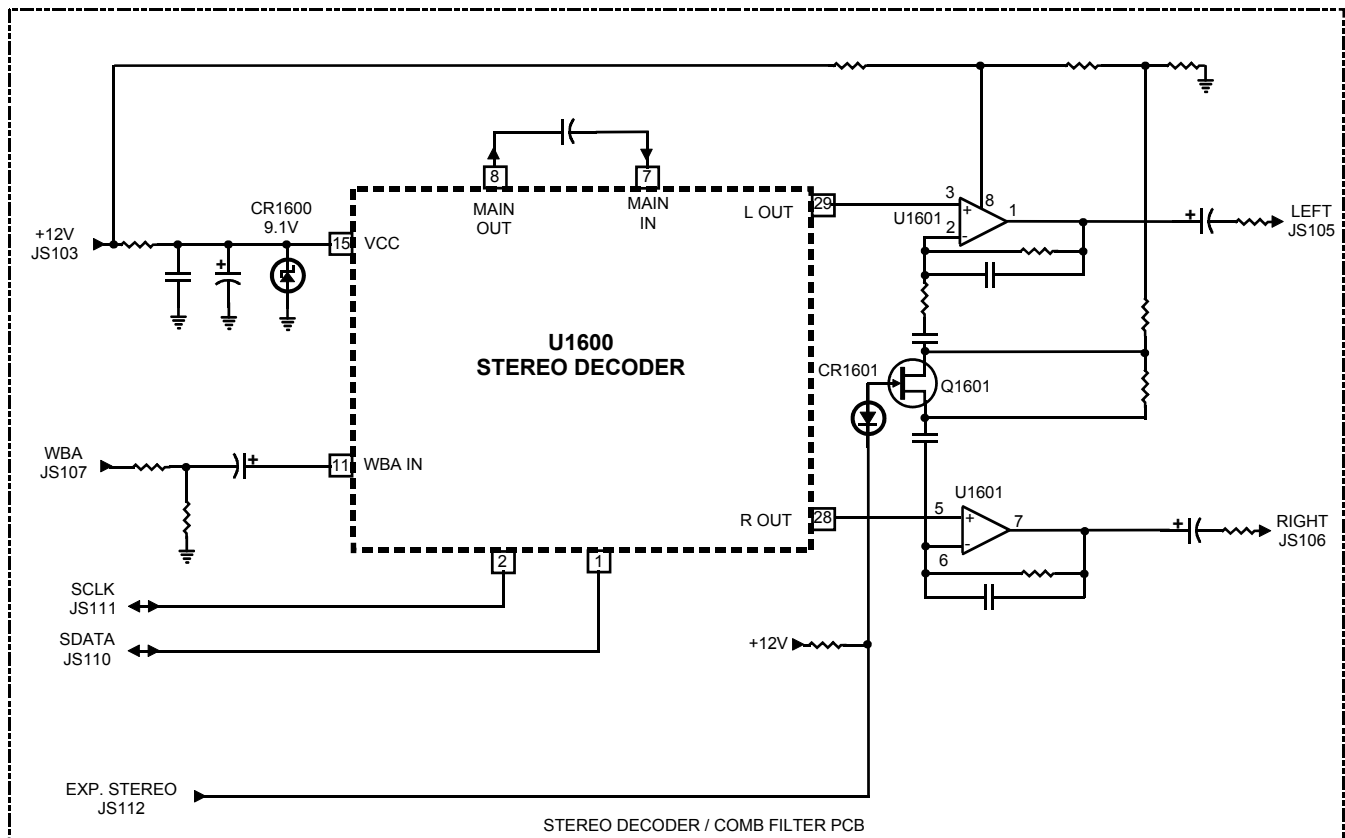

Figura 3, Decodificador Estéreo DBX
El decodificador estéreo (U1600) recibe audio de banda ancha del circuito impreso principal y lo decodifica en información de audio izquierda y derecha. El audio de banda ancha se envía al impreso a través del conector JS107 (figura 3) y a través de un acoplamiento capacitivo se envía a la terminal 11 del U1600. Las salidas decodificadas correspondientes a la señal izquierda y derecha se obtienen en la terminales 29 y 28 respectivamente. El U1601 en conjuntamente con el Q1601 excita a las salidas izquierda y derecha para proveer la característica de estéreo expandido. Cuando la línea de estéreo expandido (JS112) tiende a ser de nivel bajo (LO), Q1601, conduce y combina la información del canal izquierdo y derecho para producir un notorio incremento en la separación de estéreo. Las terminales 1 y 7 del U1601, salida de señales izquierda y derecha respectivamente, se acoplan capacitivamente para realimentar al circuito impreso principal a través del conector JS105 y JS106.